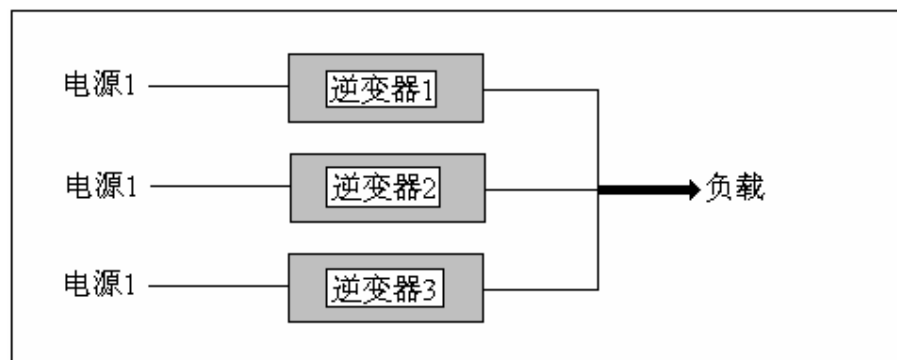
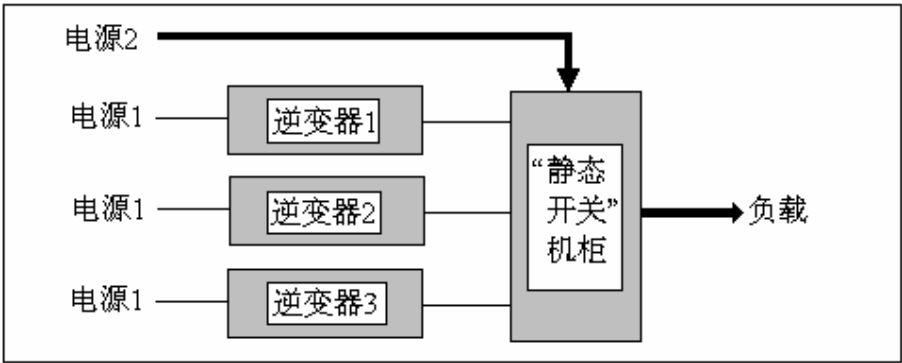

图28. 不带电源2的并联UPS和频率转换器的安装
图29. 带电源2的并联UPS的安装
2. 下表是按照电源2和负载的额定线电压为380伏,功率因数为0.8的额定负载计算的。本表中的电缆截面积是指下面的接线框图中黑粗体所示电缆的截面积(安装例子见图28和图29)。